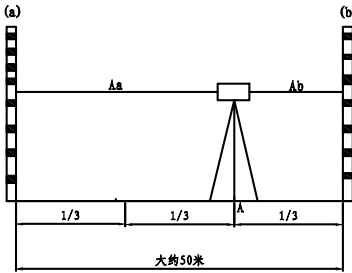

图1
1.如图 1 所示，将仪器安置三脚架上，并使脚架位于相距约 50 米的两根水准